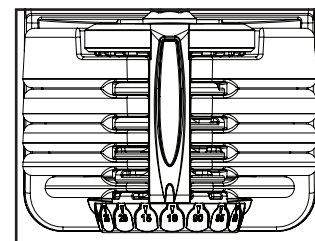

Figura 1
1. Con l'impugnatura del manubrio inserita nella base, ruota entrambe le manopole di regolazione sul numero più basso (Figura 1). Saprai di aver selezionato correttamente il numero quando sentirai la manopola di regolazione assestarsi in una tacca (nota come fermo). Sentirai anche un leggero, ma udibile, rumore di scatto che corrisponde alle posizioni di fermo per ogni numero.